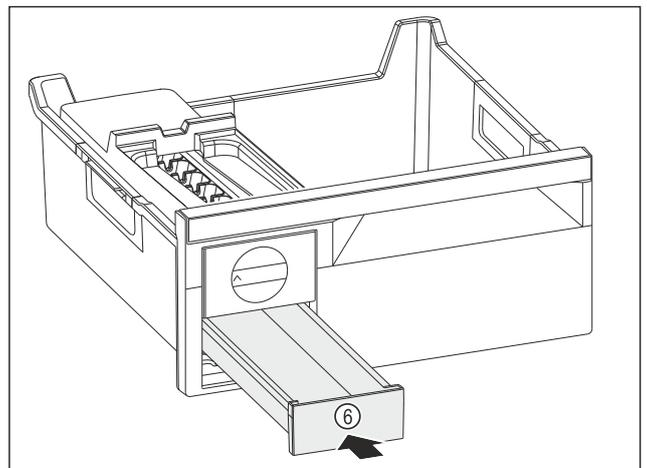

Fig. 81
- ▶ Introducir el cajón para cubitos de hielo Fig. 81 (6).